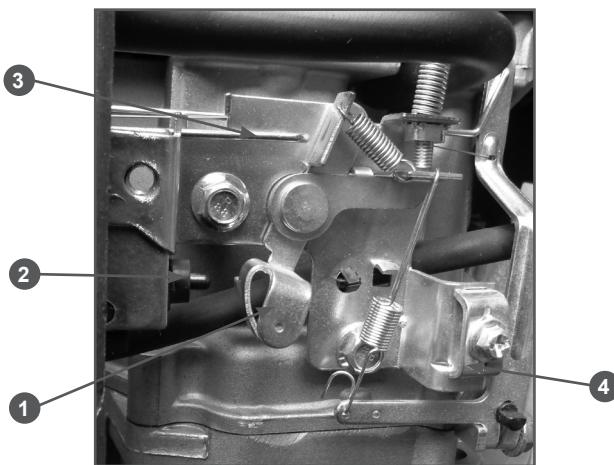

Рис. 3 Панель управления
1. Открутите болт скобы крепления троса газа и снимите скобу крепления троса газа (Рис. 3 п. 4).
при переводе рычага газа в это положение рычаг управления на панели управления двигателя (Рис. 3 п. 1) нажимает на тягу управления воздушной заслонкой (Рис. 3 п. 3). При этом полностью закрывается воздушная заслонка карбюратора.
при переводе рычага газа в это положение рычаг управления на панели управления двигателя (Рис. 3 п. 1) не должен нажимать на тягу управления воздушной заслонкой (Рис. 3 п. 3). При этом двигатель работает на оборотах, соответствующих максимальной производительности.
при переводе рычага газа в это положение рычаг управления на панели управления двигателя (Рис. 3 п. 1) нажимает на кнопку выключателя зажигания (Рис. 3 п. 2). Двигатель при этом останавливается.